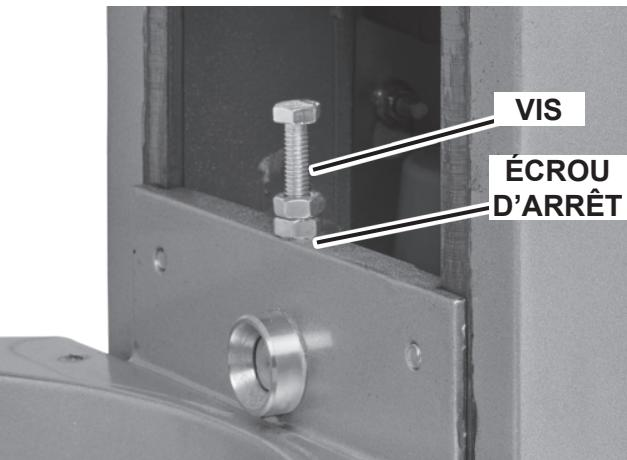

Fig. 12
- Réglez la distance de dégagement en desserrant l'écrou d'arrêt et en déplaçant la vis (fig. 12) dans le sens horaire pour augmenter la distance de dégagement ou dans le sens antihoraire pour diminuer la distance de dégagement.